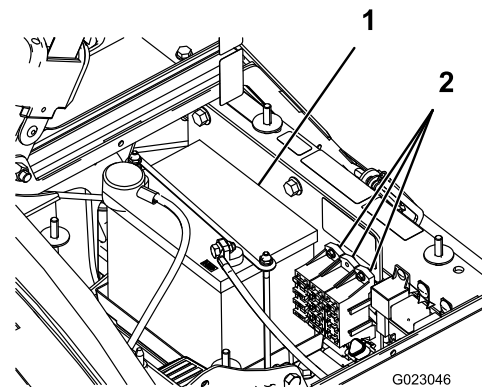

Figura 49
Existem duas caixas de fusíveis e uma fenda vazia no sistema elétrico. Elas estão localizadas embaixo do assento (Figura 49).
2. A bateria está localizada no lado direito da máquina, atrás da bomba (Figura 49).
5. Remova o retentor e os fixadores da bateria (Figura 49).
2. Instale o retentor da bateria e prenda-o com os prendedores removidos anteriormente (Figura 49).
4. Instale a tampa da bateria e fixe-a com os dois botões (Figura 49).
1. Afrouxe os botões nas laterais da caixa da bateria e remova a tampa da bateria (Figura 49).